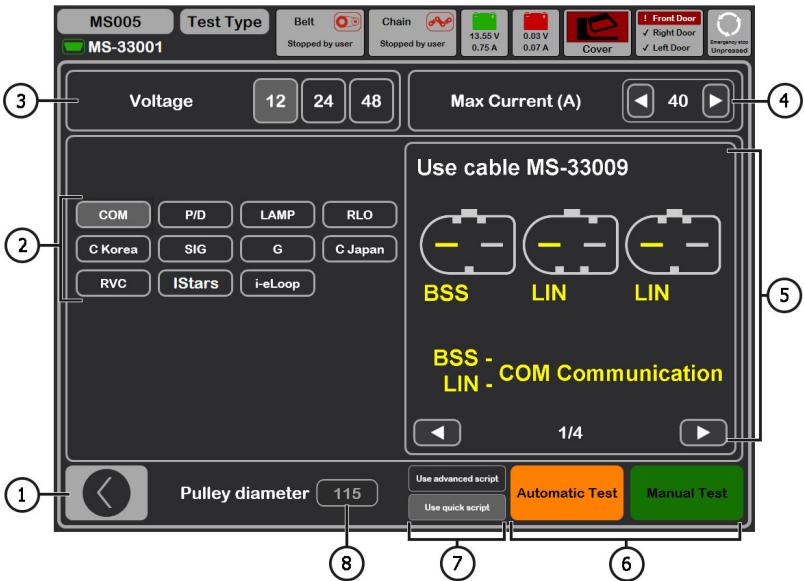

图 22. 被检测交流发电机类型选择菜单
启用交流发电机检测模式后，将打开**被检测交流发电机类型选择菜单**（见图 22），其中包含：
- 7 – 调节交流发电机负载，数值以图 22 中位置 4 所设定值的百分比表示。
- “Pulley RPM” – 交流发电机皮带轮转速; 若在图 22 中位置 8 未设置皮带轮直径, 则显示驱动转速值。